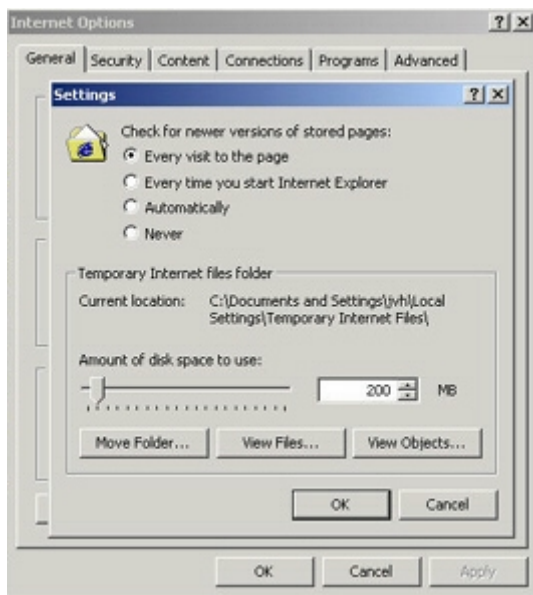

Imagen 2-1
3. Active la opción 'Cada vez que se visita la página' (Every visit to the page) y pulse OK. (imagen 2-1)